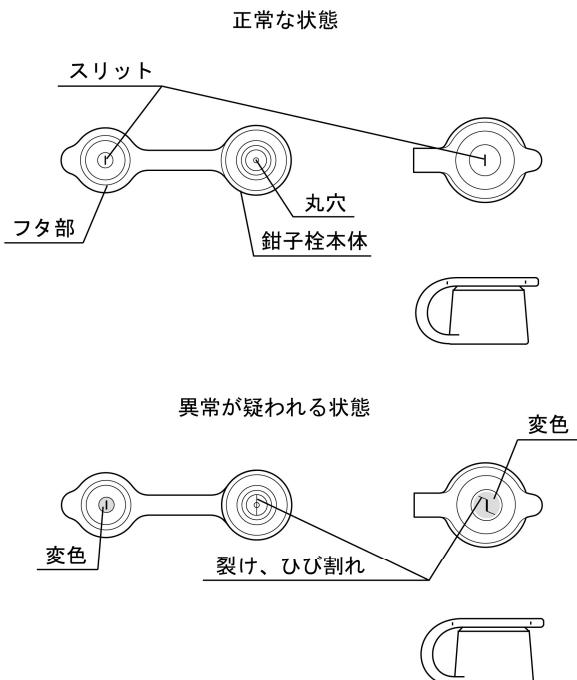

図2
10. 鉗子栓のフタ部のスリットまたは鉗子栓本体の丸穴に裂け、ひび割れ、変形、変色などの異常がないことを目視で確認すること。（図2参照）